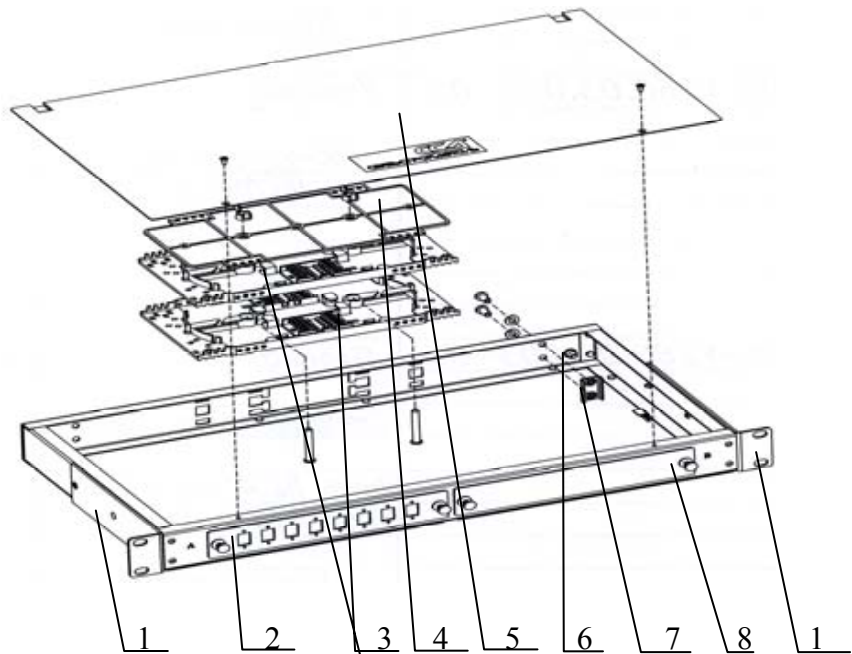

Рис. 2.3. Комплектация шкафа ШКОС
2.2.1. Шкафы ШКОС поставляются со следующей комплектацией: шкаф в сборе, комплект деталей для монтажа кабеля, паспорт (Рис. 2.3). Перечень установочных компонентов и принадлежностей показан в Приложении 1.